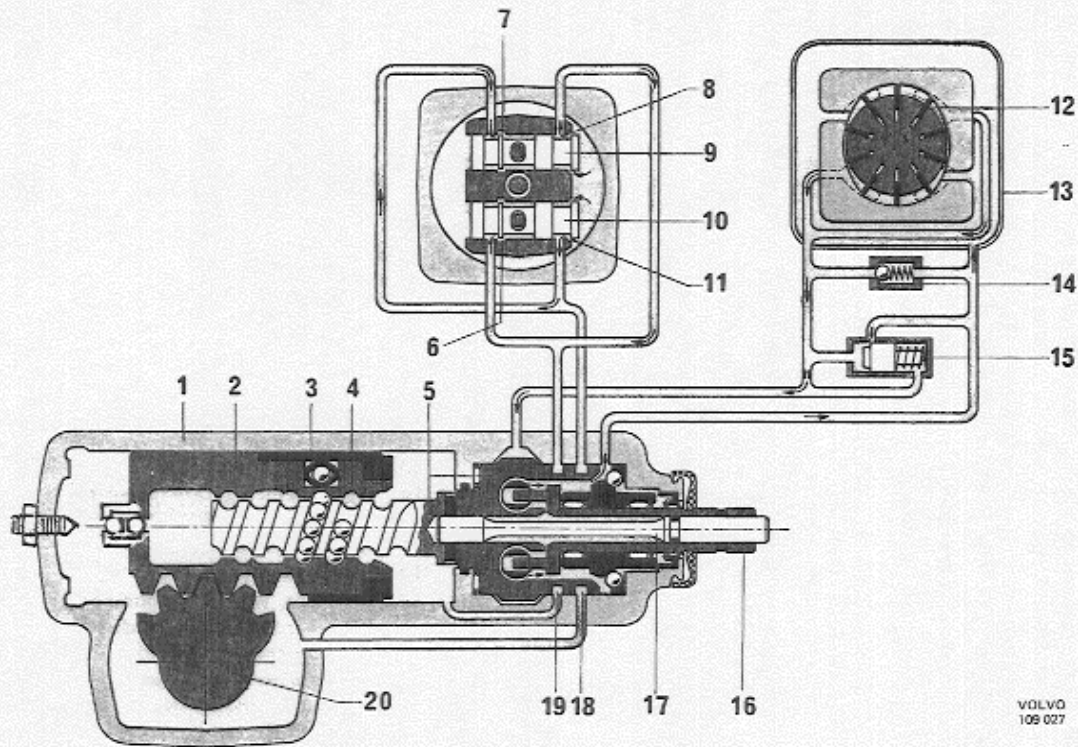

Abb. 57 Funktionsaufnahme, Neutralstellung
Das Gehäuseunterteil (1, Abb. 57), in dem der Kolben (2) angebracht ist, ist als Zylinder ausgeführt. Der einseitig als Zahnstange ausgebildete Kolben steht mit dem Zahnsegment der Segmentwelle (20) im Eingriff. Die Axialbewegung des Kolbens, die den Vorderradeinschlag bestimmt, wird von der Schnecke (5) über die Kugelmutter ausgelöst. Die Kugeln (4) liegen in einer spiralförmigen Bahn und bilden das sog. Kugellaufgewinde in der Mutter. Die Drehbewegung der Schnecke wird an der unteren Lenkspindel (16) und über den darin gelagerten Drehstab (17) eingeleitet. Die Schnecke ist im Gehäuseoberteil teils auf einem Axialnadellager, teils auf einem Schrägkugellager gelagert. Der Lagerinnenring des Schrägkugellagers ist gleichzeitig Lageraußenring für die doppelten Radialnadellager der unteren Lenkspindel.